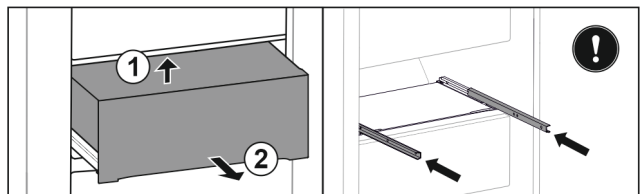

Fig. 99
- ▶ Sollevare il cassetto dal basso sul lato posteriore. Fig. 99 (1)
- ▶ Rimuovere il cassetto tirandolo in avanti. Fig. 99 (2)